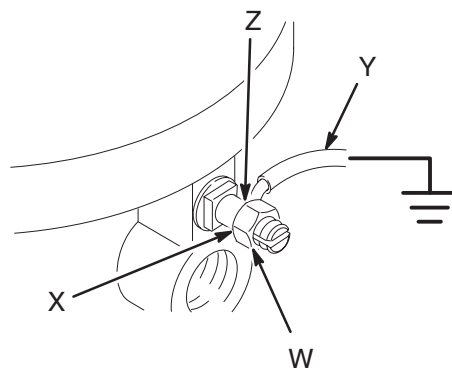

Abb. 1
1. *Pumpe:* ein mindestens 1,5 mm2 starkes Erdungskabel und eine Klammer verwenden. Siehe Abb. 1. Die Sicherungsmutter (W) und die Scheibe (X) der Erdungsöse lösen. Ein Ende des Erdungskabels (Y) in den Schlitz der Öse (Z) stecken und die Sicherungsmutter fest anziehen. Das andere Ende des Kabels mit einer guten Masse verbinden. Zu bestellen: Teile-Nr. 238909.